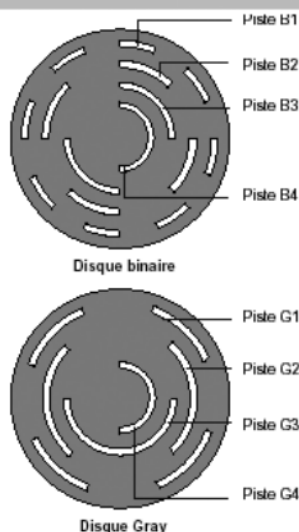

Figure 12.5 – Principe du codeur absolu (Schneider Electric).
- Codeurs absolus monotours et multitours, applications : positionnement absolu par mot gray ou binaire (*figure 12.5*).